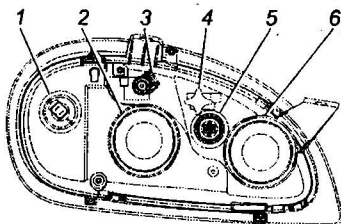
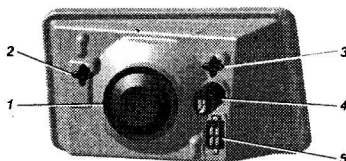

Рис. 8.4. Корпус фары автомобилей ГАЗ-31105, ГАЗ-311052, ГАЗ-311053:
Рис. 8.5. Корпус фары автомобилей ГАЗ-3102, ГАЗ-310221, ГАЗ-310231:
- отрегулировать световые пучки ручками 3 и 4 (см. рис. 8.4) или ручками 2 и 3 (см. рис. 8.5) поочередно для каждой фары.
Для замены лампы ближнего света и габаритного огня необходимо снять резиновую крышку 6 (см. рис. 8.4) или 1 (см. рис. 8.5), для замены лампы дальнего света — крышку 2 (см. рис. 8.4) или 1 (см. рис. 8.5). Для замены лампы указателя поворота — вывернуть колодку 1 (см. рис. 8.4).
Ручкой 4 (см. рис. 8.4) или 2 (см. рис. 8.5) регулируется направление пучка света в горизонтальной плоскости. Регулировка направления пучка света в вертикальной плоскости осуществляется через гнездо 3 крестовой отвёрткой.